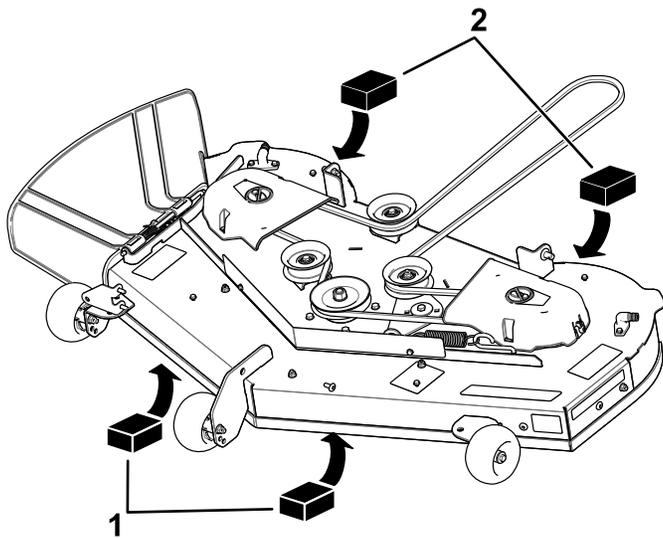

Figura 59
4. Coloque dos bloques de 6.6 cm (2 5/8") de grosor debajo de cada lado del borde delantero de la carcasa, pero no debajo de los soportes de los rodillos protectores del césped (Figura 59).
5. Coloque dos bloques de 7.3 cm (2 7/8") de grosor debajo del borde trasero del faldón de la carcasa de corte (Figura 59).